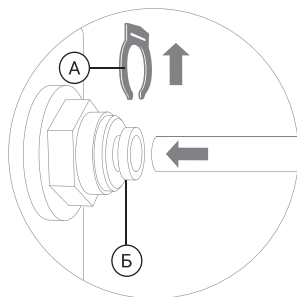

Рис. 10
14. Отсоедините стопорную клипсу (А), затем вставьте до упора в фитинг трубку, продвигая ее через цанговое кольцо (Б) (рис. 10). Для герметизации соединения приложите дополнительное усилие, при этом трубка утопится еще примерно на 3 мм и будет плотно обжата резиновым кольцом.